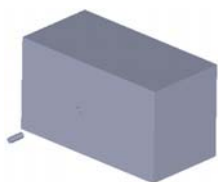

图 10.7.19 移动滑块 1
Step4. 单击“移动/复制实体”对话框中的  按钮，完成图 10.7.19 所示的滑块 1 的移动。